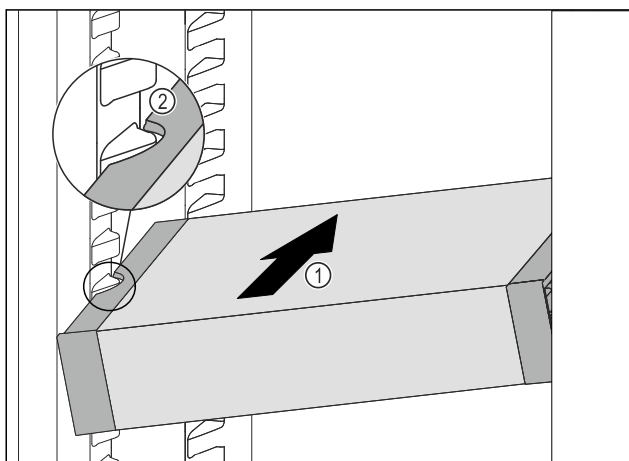

Fig. 112
- VarioSafe skjuts in snett i kyldelen Fig. 112 (1), tills sidofördjupningarna Fig. 112 (2) hos VarioSafe är i samma nivå som behållarlisterna i kyldelen.